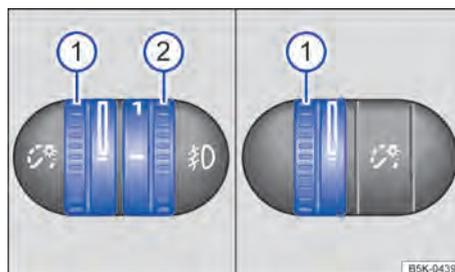

Fig. 90 Ao lado do volante: regulador da iluminação dos instrumentos e dos interruptores ①, assim como regulagem do alcance do farol ②.
Com a luz ligada, a luminosidade dos instrumentos e dos interruptores pode ser regulada sem escalonamento girando o regulador → Fig. 90 ①.
A regulagem de alcance do farol → Fig. 90 ② ajusta os feixes de luz do farol dianteiro gradativamente à condição de carga do veículo, de acordo com o valor regulado. Com isso, o condutor tem as melhores condições possíveis de visibilidade e o contrafluxo não é ofuscado → ⚠️.
Para regular, girar o regulador → Fig. 90 ②:
Em veículos com regulagem de alcance do farol dinâmica não há o regulador → Fig. 90 ②. O alcance do farol dianteiro se adapta automaticamente às condições de carga do veículo ao ligar o farol dianteiro → ⚠️.